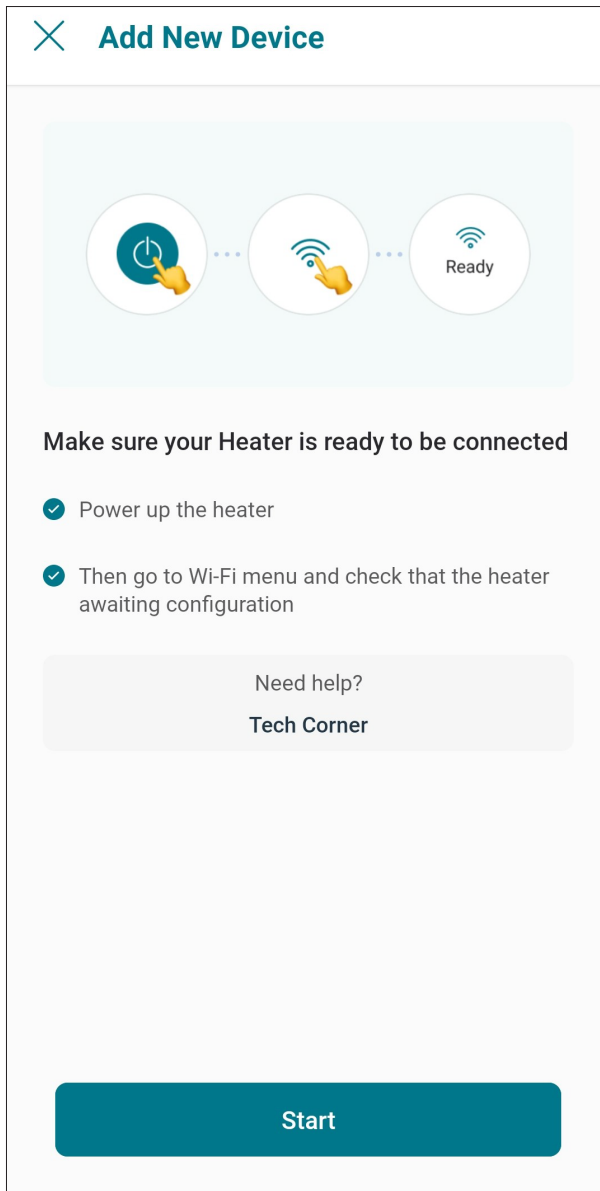

Figure 114. Vérification des préalables
4. L'écran "Check your Device" s'affiche. Assurez-vous que l'appareil est sous tension et que le signal Wi-Fi est présent, puis appuyez sur le bouton "Ready", voir **Figure 114**.